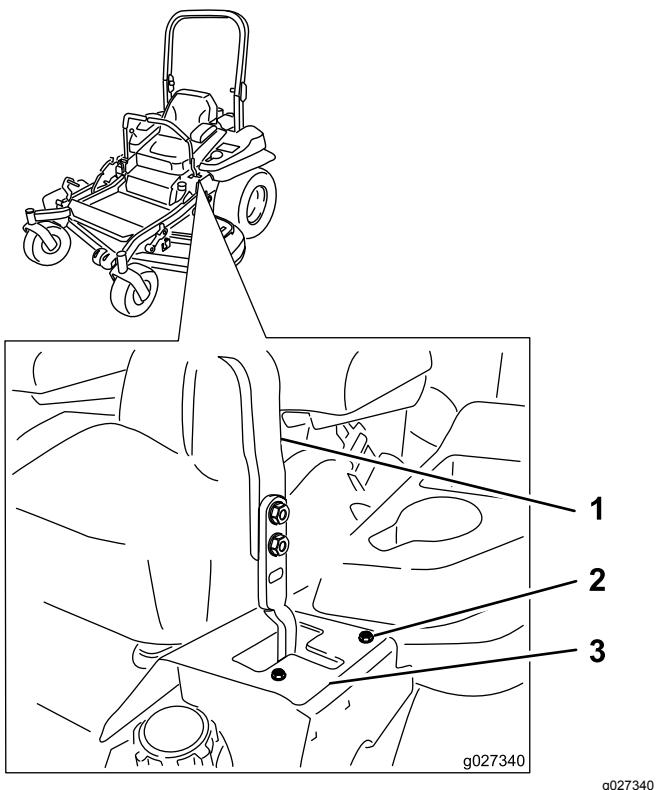

Bild 68
6. Wenn sie nach rechts zieht, lösen Sie die Schrauben und versetzen die linke Anschlagsplatte am linken T-Schlitz nach hinten, bis die Maschine geradeaus fährt (Bild 68).
7. Wenn sie nach links zieht, lösen Sie die Schrauben und versetzen die rechte Anschlagsplatte am rechten T-Schlitz nach hinten, bis die Maschine geradeaus fährt (Bild 68).
8. Ziehen Sie die Anschlagsplatte fest (Bild 68).